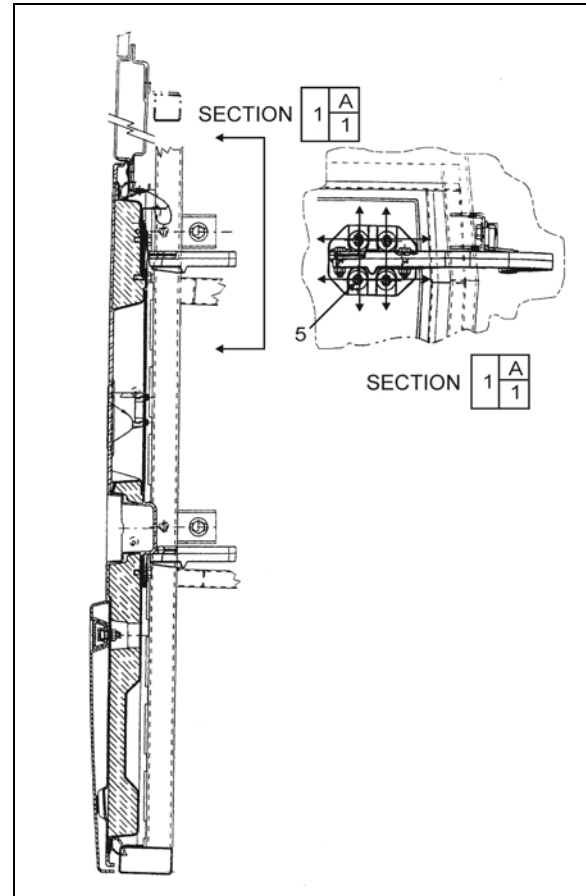

FIGURE 72 : PORTE DU COMPARTIMENT DE SERVICE AVANT
7. Desserrer les vis (5, Figure 72) pour pouvoir déplacer la porte vers le haut ou le bas.